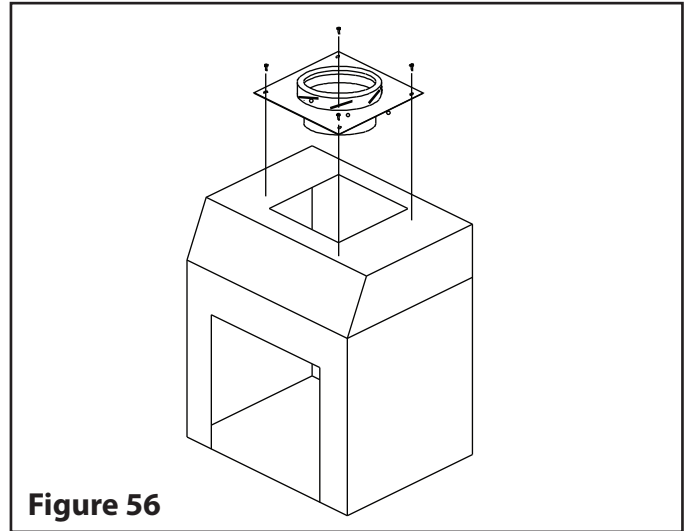

Figure 56
Une fois que l'appareil est installé, fixer la plaque d'ancrage (SP) sur le dessus (voir **Figure 56**).